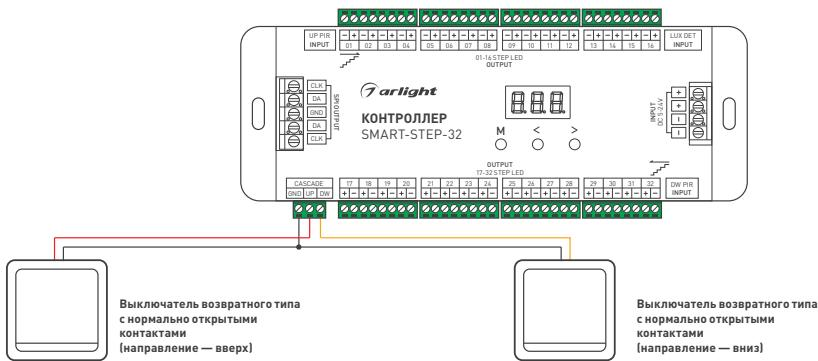

Рис. 5. Схема подключения выключателей возвратного типа [кнопки] к контроллеру
3.7. Подключение внешнего выключателя возвратного типа с нормально открытыми контактами к контроллеру — рис. 5.